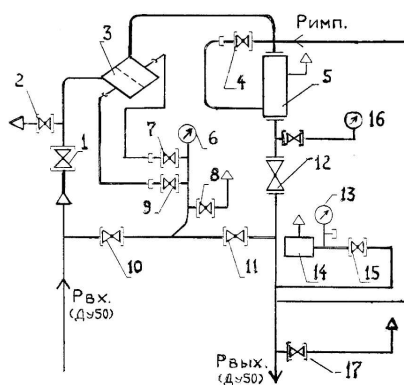
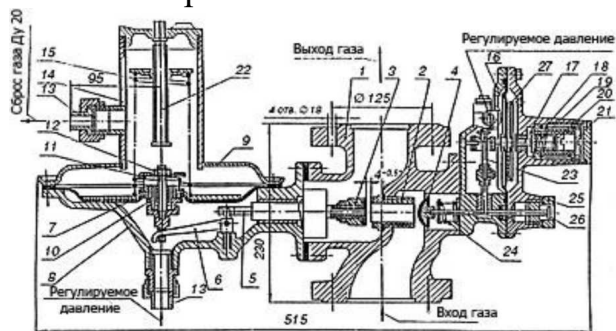

Рис. 1 - Технологическая схема ШРП.
Рис. 2 - Регулятор давления комбинированный РДНК - 400
Задание 1. Изучить технологическую схему ШРП (показанную на рис. 1).
1. Проверить закрытое положение всех кранов ШРП (закрыть), отдельно проверить закрытие крана 11 (см. рисунок 1).
5. Открыть кран 12 (см. рисунок 1), проверить открытое положение крана 4 (открыть) на импульсной линии (от выходного давления ШРП). Произвести ввод в работу регулятора, повышая давление вращением регулировочного винта 22 (см. рисунок 2) и замеряя выходное давление для потребителей по жидкостному манометру 16. При необходимости производить расход газа открытием крана 17. Прекратить повышение давления при показании манометра 200 мм вод. ст. (200 даПа или 2 кПа), принять это давление за рабочее.